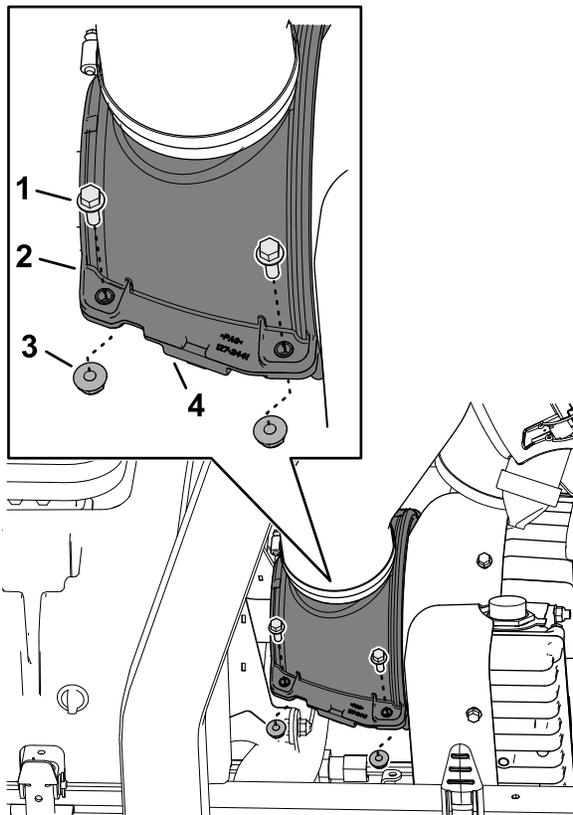

Figura 68
3. Fixe as metades dos resguardos de ar de arrefecimento do gerador e os pinos limitadores de compressão com os quatro parafusos de cabeça flangeada e as quatro porcas de bloqueio flangeadas (Figura 68).